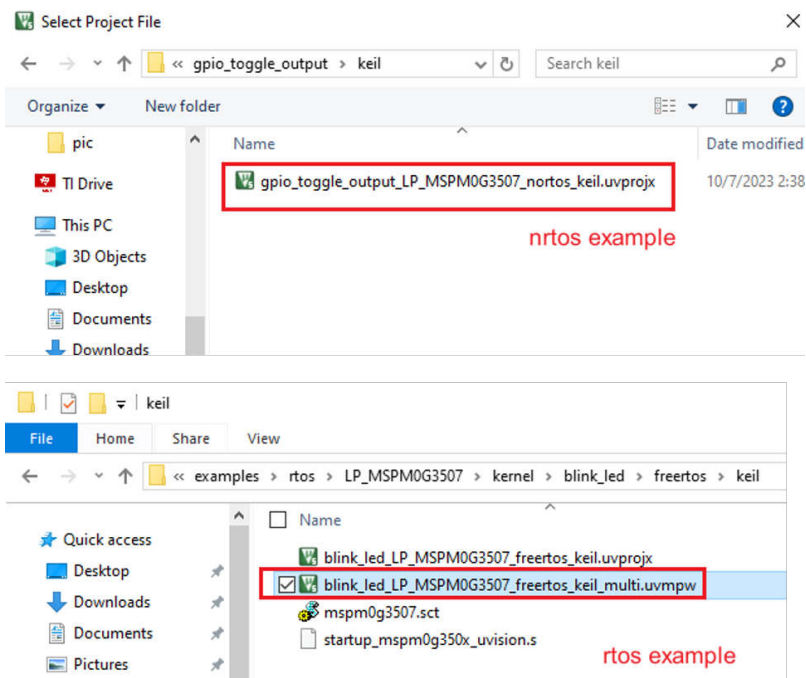

图 3-43. 选择 Keil 工程
- 从 SDK 中选择一个演示工程。对于 nortos 示例，请使用 .uvprojx 工程文件。对于 RTOS 示例，请使用 .uvmppw 工作区文件。图 3-43 展示了一个示例。